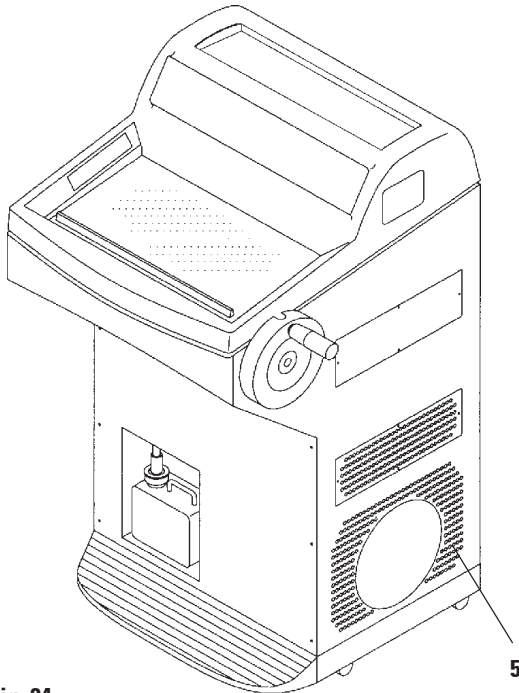

Fig. 24
- Si elles sont encrassées (bourres, etc.) nettoyer les lamelles d'entrée d'air (**5, Fig. 24**) du condenseur, se trouvant au bas du carter, sur le côté droit, avec un pinceau, une balayette ou à l'aspirateur (en les passant toujours dans le sens des lamelles).